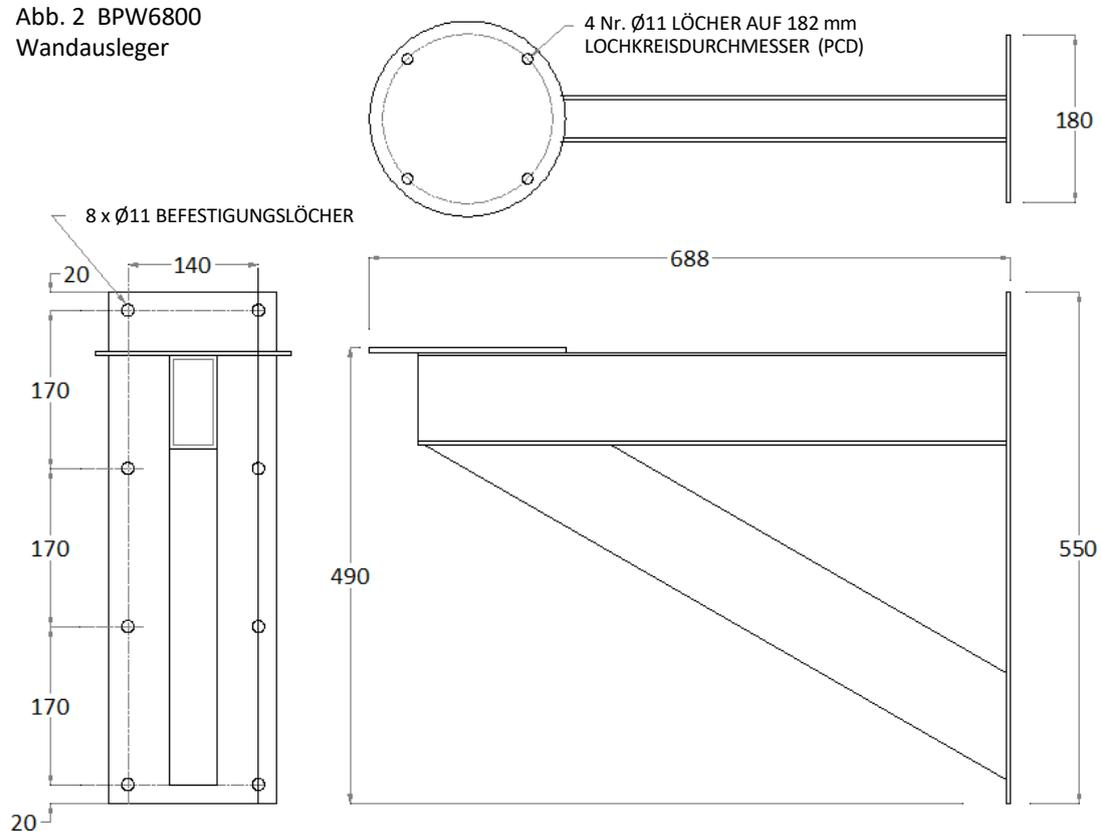

Abb. 3 SC40VW Beispiel für eine SC-Einheit mit Befestigungspunkten für die Achsenbefestigung
Die komplette Baugruppe wird über ihre Schwenkachse auf der Tragstruktur montiert; diese verfügt über vier (4) M8-Gewindebefestigungspunkte auf einem Lochkreisdurchmesser (PCD) von 101,6 mm (4 Zoll) gemäß Industriennormabstand. (Abbildung 3)